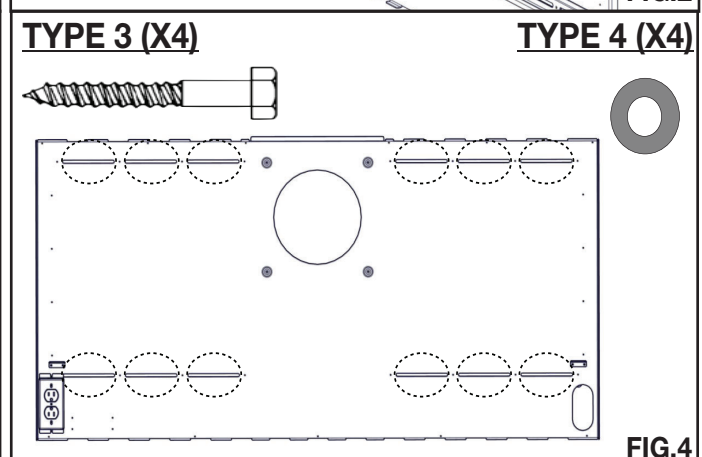

FIG.4
- H.** Regarder à travers des trous oblongs sur la plaque de montage pour l'emplacement des cales pré-marqués et sécurisé la plaque de montage en utilisant un minimum de quatre vis (minimum un vis par angle doit être monté sur un colombage mural). **(FIG. 4)**